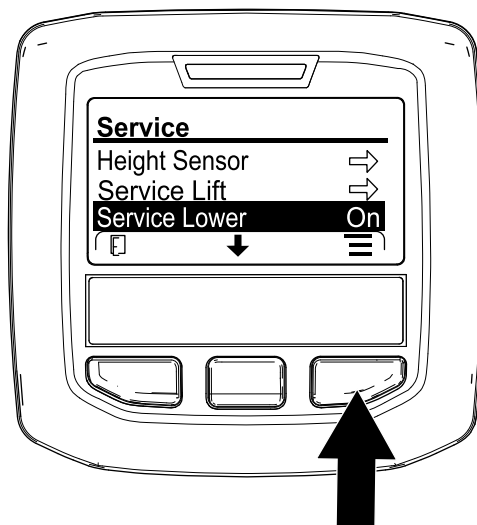

图 178
6. 按中间 InfoCenter 信息中心按钮直至 SERVICE LOWER 降低维修选项被选定 图 178 然后按右侧按钮。